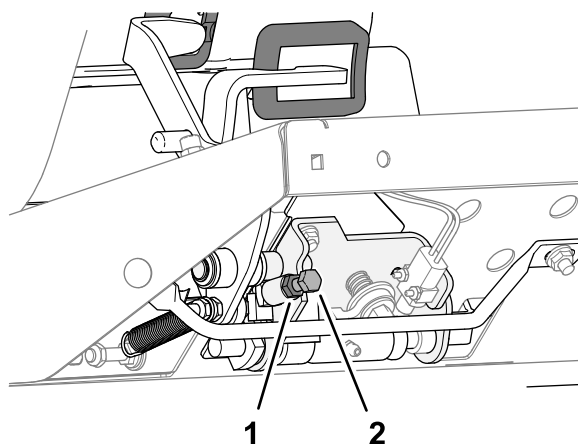

Рисунок 86
- Для уменьшения скорости скашивания поверните упорный винт ограничения скорости (Рисунок 86) по часовой стрелке.